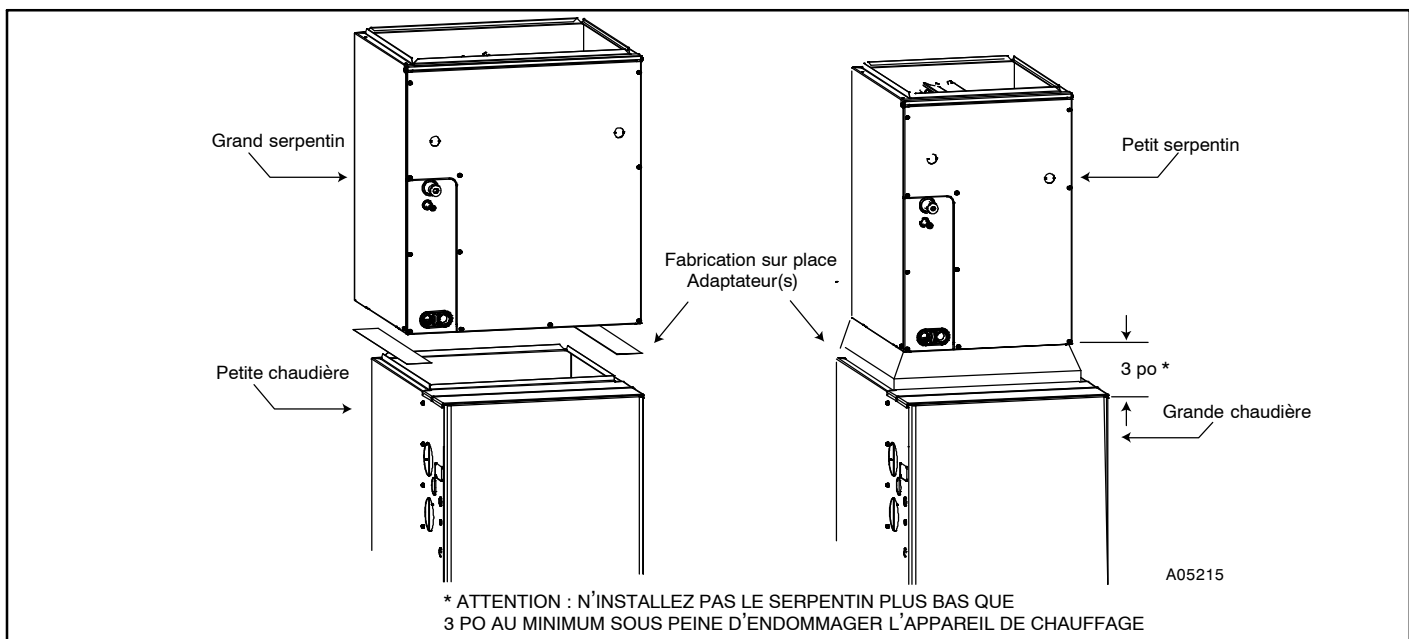

Figure 2 – Installation des adaptateurs lorsque le serpentin surplombe ou est suspendu à l'appareil de chauffage
3. Pour installer un grand serpentin sur un appareil de chauffage plus petit, créez un adaptateur de fabrication locale. (Consultez la **Figure 2**.)
4. Pour installer un petit serpentin sur un appareil de chauffage plus grand, créez un adaptateur de fabrication locale. (Consultez la **Figure 2**.)